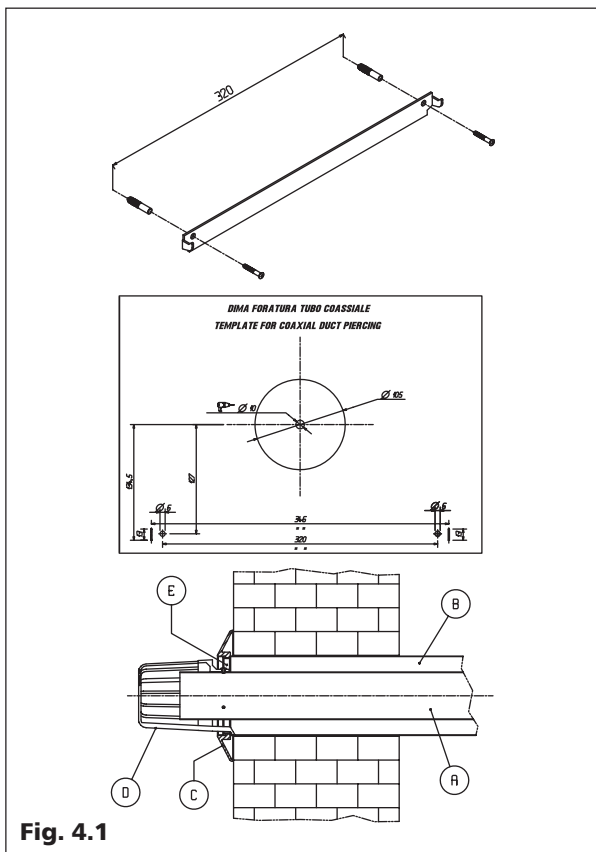

Fig. 4.1
- Stabilita la posizione dell'apparecchio, praticare n.2 fori Ø 6 mm alla distanza di 320 mm, per l'applicazione dell'apposita dima di sostegno (utilizzare la stessa dima per tracciare i fori), fissare la stessa con i tasselli in dotazione (Fig. 4.1).